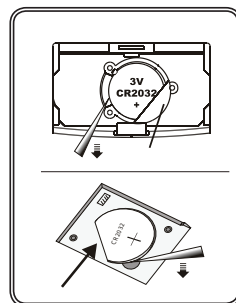

Рис. 1
- A. При помощи острого предмета извлеките старую батарею, как показано на рис.1.